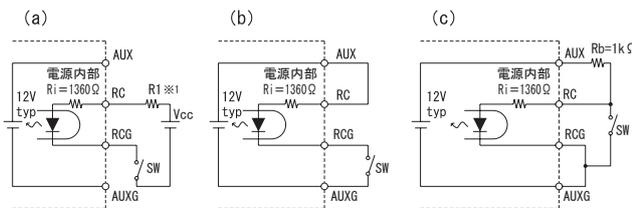

図1.3 リモートコントロール回路の接続例
- 出力のオンオフは、CN3へ信号を入力することで可能となります。外部電源を使用した場合の接続例を図1.3(a)に、内蔵したAUXを使用した場合の接続例を図1.3(b)、(c)に示します。
- ①RC端子に電流を流し込むことで出力を停止します。
表1.3 リモートコントロールの仕様2（図1.3の場合）